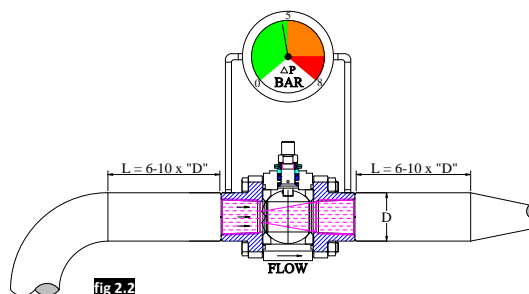

fig 2.2
- Når en kuglebane med V-port anvendes til væskeregulering, er det vigtigt at rørføringen før og efter er uden bøjninger eller anden form for reduktion, i en minimum afstand svarende til (6-10) gange rørets diameter (se fig 2.2). Afvigelser fra denne anbefaling kan medføre utilsigtet slid på sædepakninger samt turbolens med heraf dårligere regulering.
- Når en kuglebane med V-port anvendes til dampregulering, er det vigtigt at rørføringen før og efter er uden bøjninger eller anden form for reduktion, i en minimum afstand svarende til (6-10) gange rørets diameter (se fig 2.2). Afvigelser fra denne anbefaling kan medføre utilsigtet slid på sædepakninger samt turbolens med heraf dårligere regulering.
- Det anbefales ikke at have større trykfald over kuglehanen end 5 bar. Større trykfald end 5bar vil medføre en dårligere regulering samt øget slid på sæderingene. Det er vigtigt at der er etableret dræn i systemet så man undgår væskeslag i ventilen, med heraf følgende haveri (se fig 2.2).